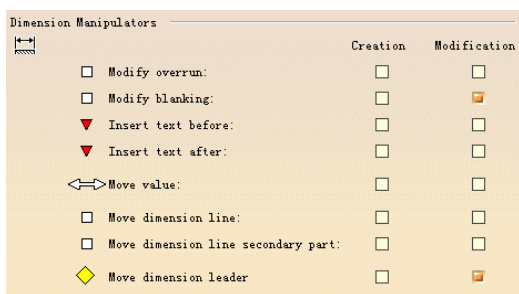

图 6-85
(3) Dimension Manipulators (尺寸操纵器) 选项组 (如图 6-85 所示)